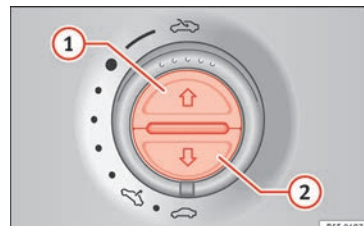

Abb. 137 In der Dachinnenverkleidung: Tasten des Sonnenschutzrollos.
Vollständig öffnen (automatische Funktion)	Taste »» Abb. 137 ① kurz drücken.
grenzung die Taste » » **Abb. 137**  so lange drücken, bis das Sonnenschutzrollo vollständig geschlossen ist.